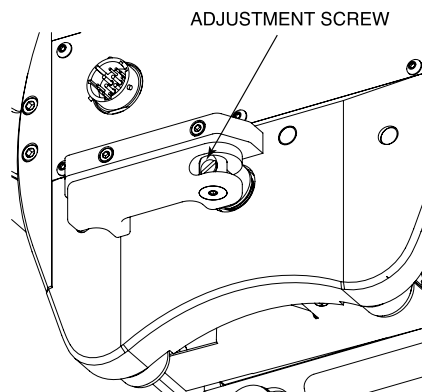

Figura 14: Vite di regolazione
4. Una volta allentate le viti di fermo, regolare la tensione utilizzando un cacciavite a taglio per ruotare la vite di regolazione - vedere Figura 14: Vite di regolazione alla pagina A-11. Ruotare la vite di regolazione in senso orario per aumentare la tensione. Ruotarla in senso antiorario per diminuire la tensione.